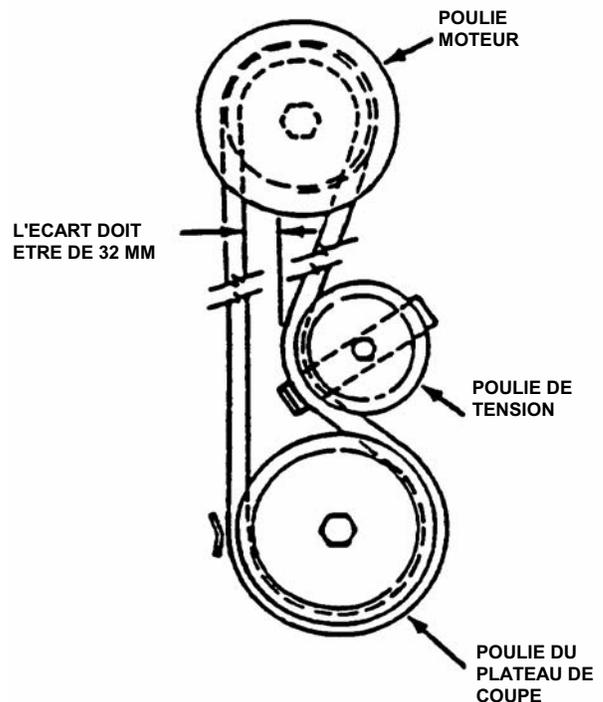

FIGURE 3.4
4. Une fois le moteur coupé et le plateau de coupe sur la 3e position de hauteur de coupe, amenez le levier d'embrayage de la lame sur la position lame embrayée (ON) puis relâchez la pédale d'embrayage de la lame.
5. **Plates-formes de 64 cm, 71 cm et 76 cm** : Mesurez l'écart au niveau de la poulie de tension. Voir la figure 3.4. L'écart doit être de 32 mm, il ne doit pas être inférieur à 25 mm. Si c'est le cas, la tension de la courroie doit être réglée. Référez-vous à la section REGLAGE DE LA TENSION DE LA COURROIE D'ENTRAÎNEMENT DE LA LAME.